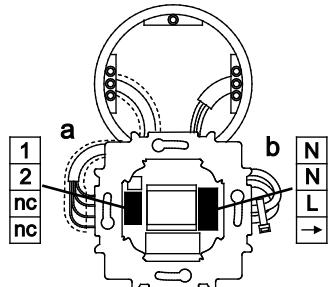

Abb. 2: 1539 U Relais-einsatz
3. Bündeln Sie die Adern des Netzkabels (230 V) mit den mitgelieferten Kabelbindern (Abb. 2: b).
4. Führen Sie die Niederspannungsleitungen durch den mitgelieferten Isolierschlauch (Abb. 2: a).